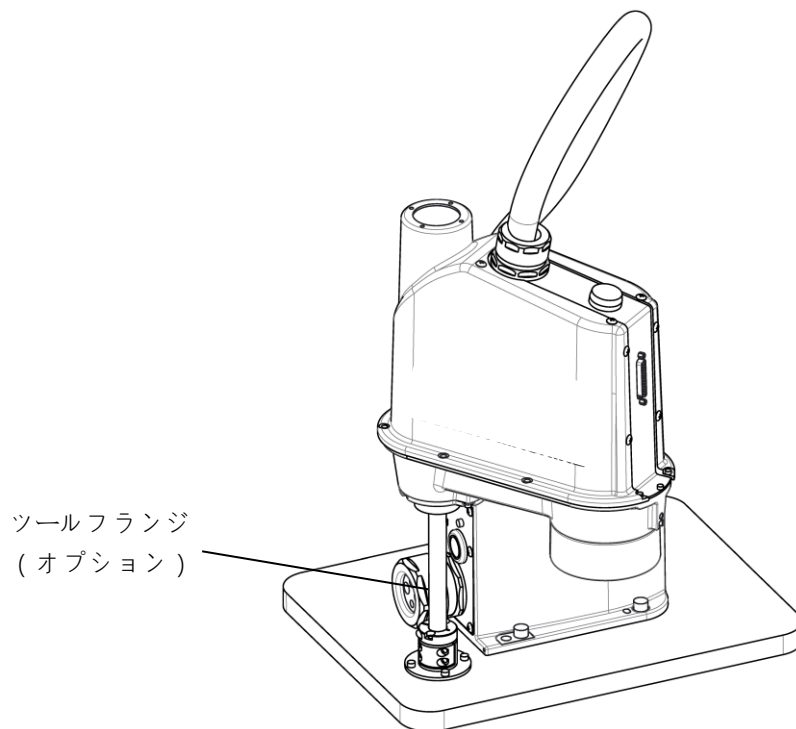

図 8.12 ツールシャフト固定例
- 1) ロボットを誘導してツールシャフトを任意の位置へ固定します。図 8.12 に固定例を示します。また、ツールフランジ (オプション) を固定する際にお客様で用意していただきたい形状例を示します。
- 1) ロボットを HOME1 で設定した位置へ手で誘導し固定します。（図 8.12 ツールシャフト固定例参照）